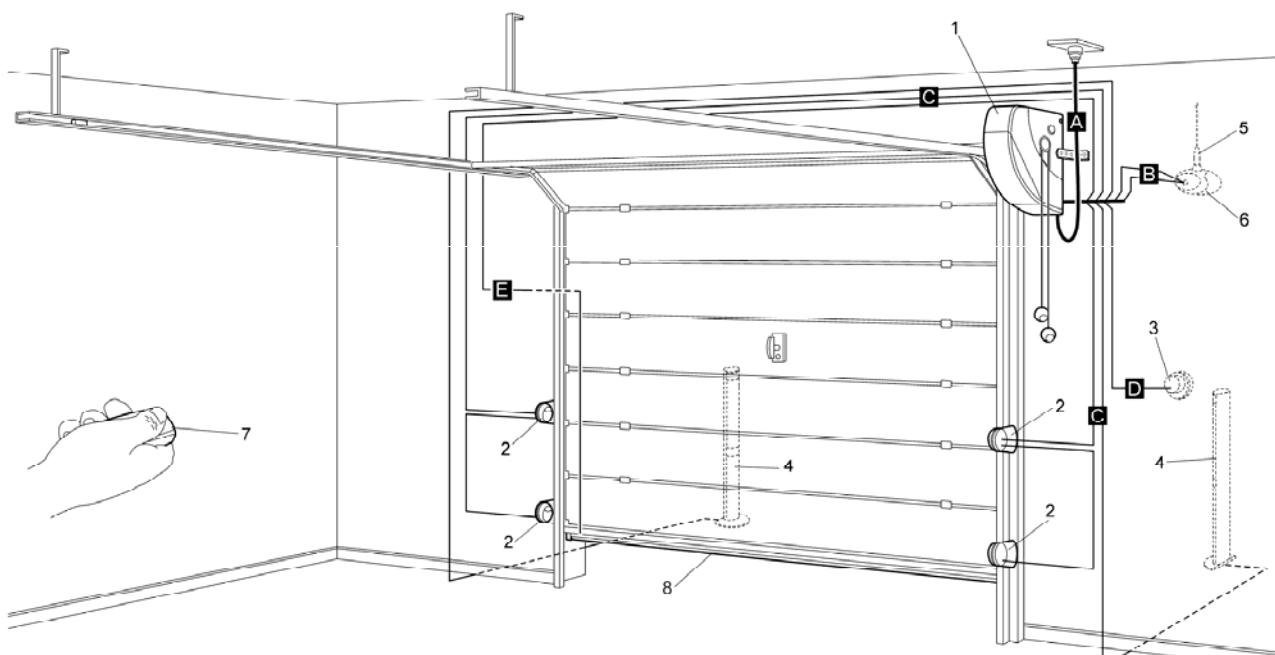

Рис. 3
4.1 СТАНДАРТНАЯ СХЕМА УСТАНОВКИ (см. Рис. 3)
Рис. 3 на рисунке изображен монтаж электродвигателя Soon. На чертеже показаны необходимые для соединения детали и кабели; они собраны по стандартной схеме.
Сборка/монтаж механических компонентов на рис.3: